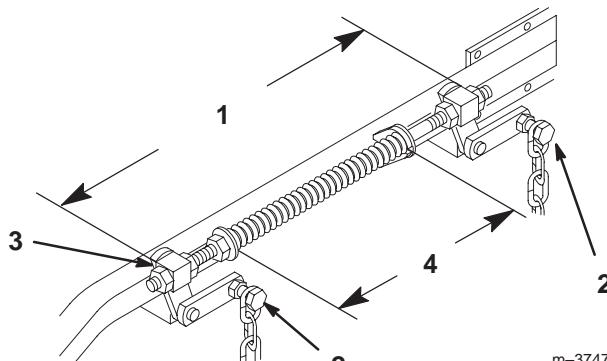

**Figure 59**
5. Placez deux cales de 38 mm (1-1/2") d'épaisseur sous le bord inférieur arrière gauche et droit de la tondeuse. Placez une cale de 57 mm (2-1/4") sous le bord inférieur central avant de la tondeuse. Sélectionnez la hauteur de coupe de 51 mm (2") (Fig. 59).
1. Déplacez le levier de relevage du plateau de coupe à la position de transport (Fig. 59).